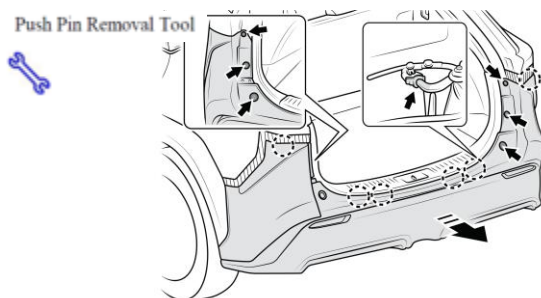

Fig. 5-1
- (b) Retirer les 2 goupilles-poussoirs supérieures (1 à gauche, 1 à droite). (Fig. 5-1).
- (c) Retirer les 4 vis (2 à gauche, 2 à droite) aux emplacements intermédiaires et inférieurs. (Fig. 5-1).